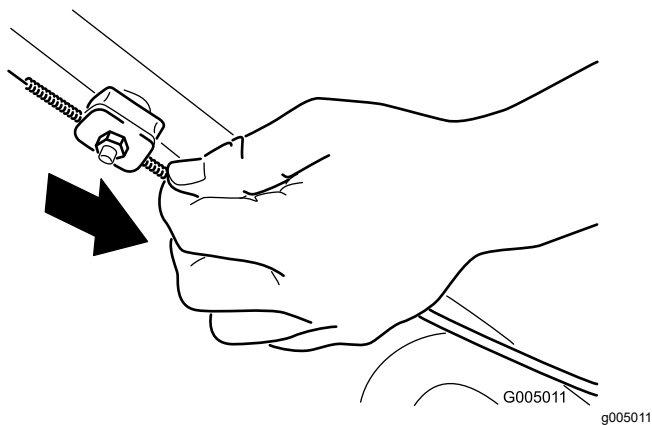

Figura 51
3. Tire hacia abajo de la cubierta del cable (hacia el cortacésped) hasta eliminar la holgura en el cable (Figura 51).